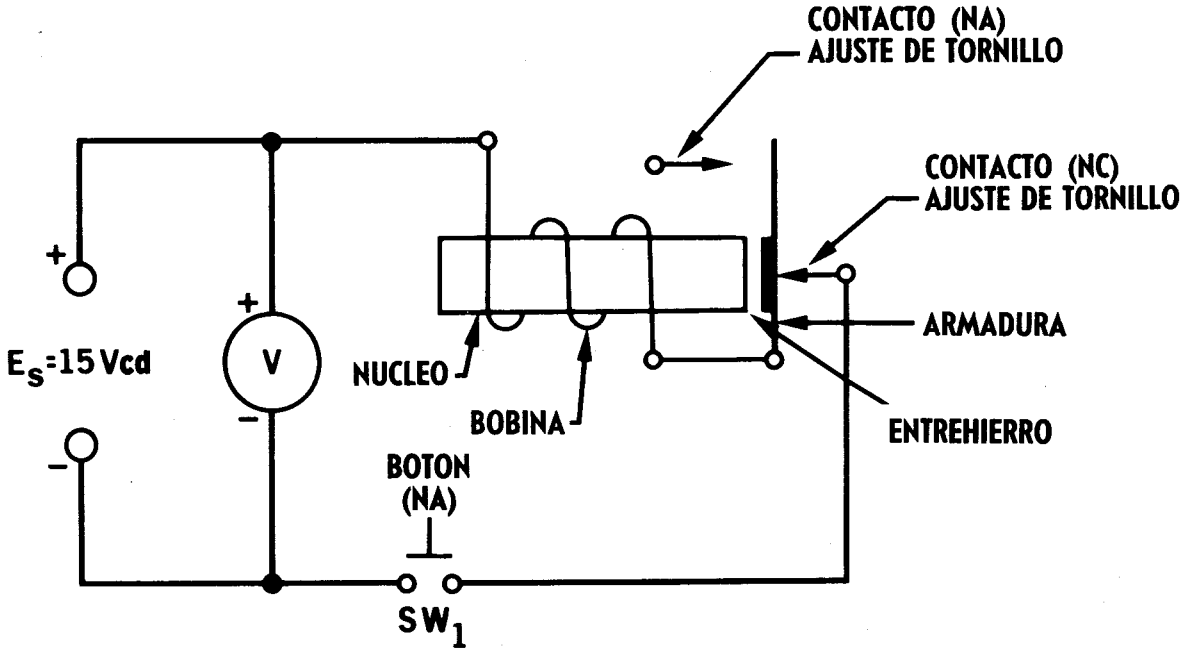

Fig. 28-1
- Alambre el circuito como se muestra en la Fig. 28-1.